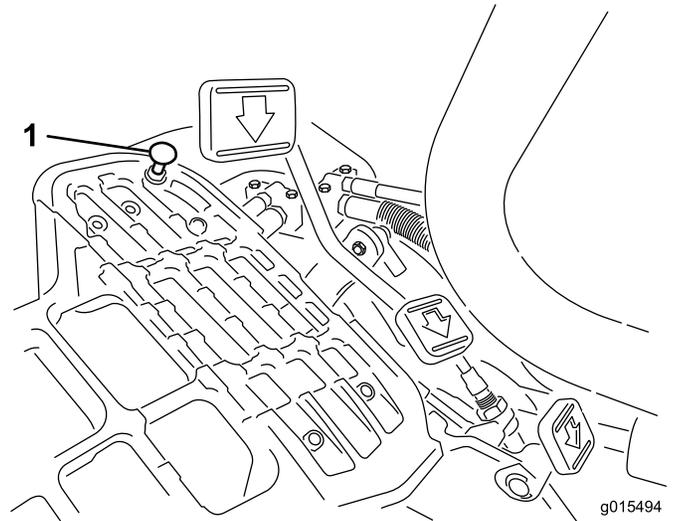

图54
向下踩驱动踏板。如果在拉线感到张紧力之前、踏板接触到限位器图54、则需要进行调整
1. 松开将踏板限位器固定到底板上的凸缘头锁紧螺母图 54。